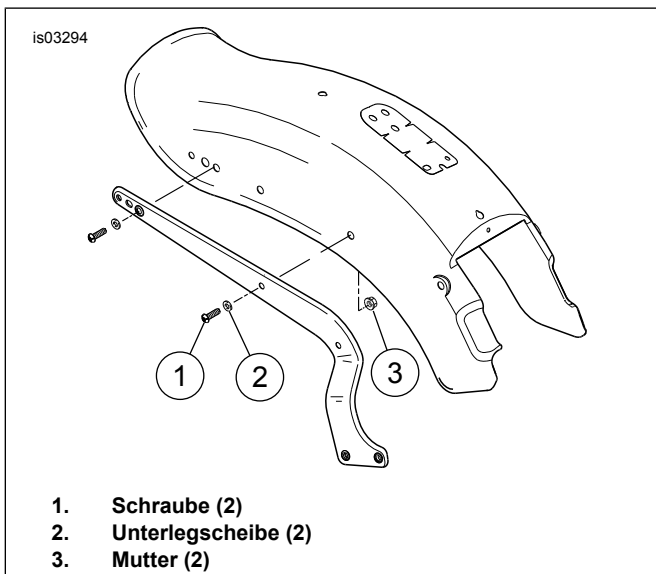

Abbildung 1. Befestigungsteile (FXST) entfernen
1. Siehe Abbildung 1. Die Originalschrauben (1) und Unterlegscheiben (2) von der Schutzblechstütze entfernen und entsorgen.